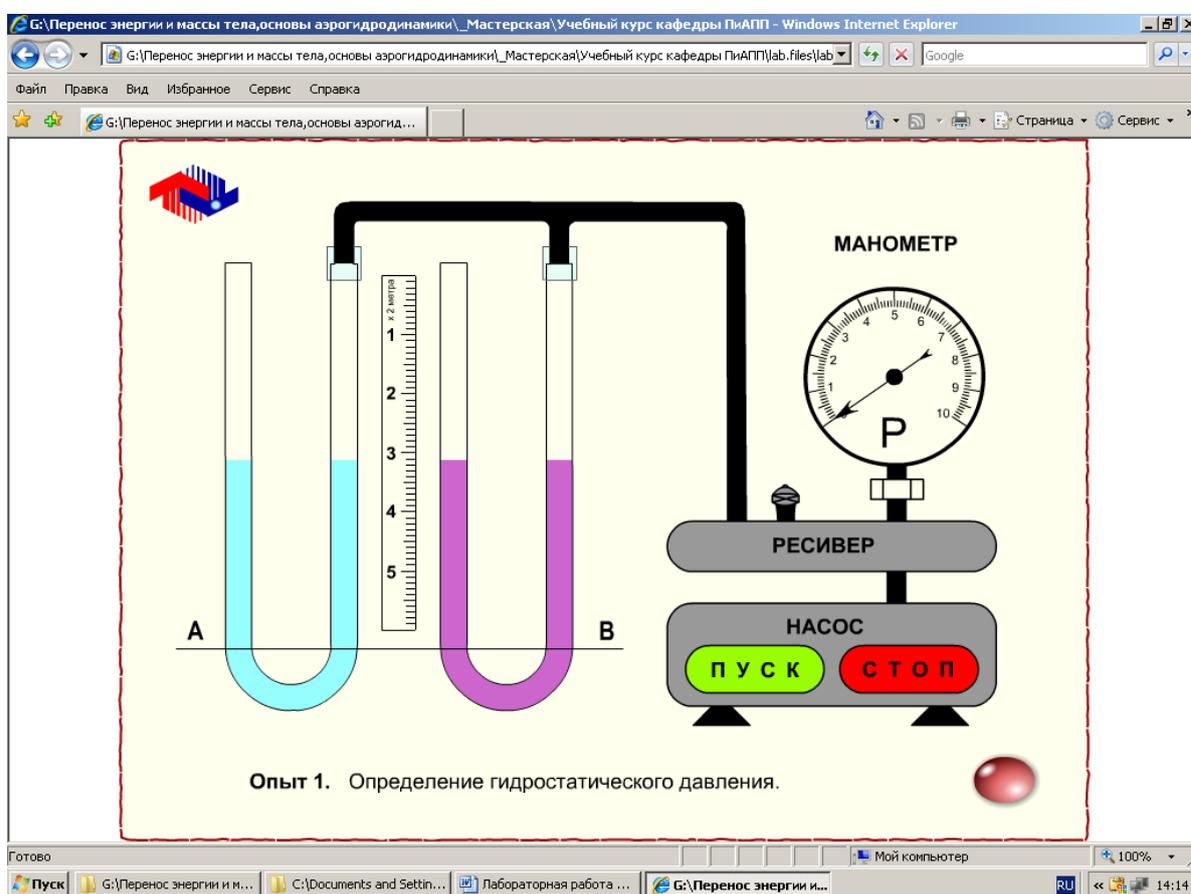

Рисунок 1. Схема виртуальной лабораторной установки для определения гидростатического давления
Выполняем поэтапно задачи исследования 1-3. С помощью насоса в ограниченном объеме создается соответствующее давление, которое фиксируется манометром, а также двумя дифференциальными пьезометрами, заполненными: левый - водой, правый - жидкостью неизвестной плотности (рис.1). Определяем значения следующих параметров: количество единиц манометра, высоту столба жидкости в левом и правом дифференциальных пьезометрах, и занесли их в Таблицу 1 «Результаты измерений и расчетов».
Используя зависимость, вычисляем цену деления манометра ((3) на Рис.1). Для этого составляем пропорцию.